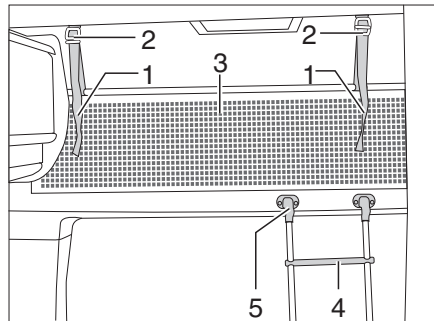

Bild 151 Alkovenbett
Aufstiegsleiter Zum Besteigen des Alkovenbetts die serienmäßig beigelegte Aufstiegsleiter (Bild 151,4) benutzen.
Einhängen: ■ Die Leiter mit den Holmen in die Halterung (Bild 151,5) an der Alkovenblende einhängen.
Sicherungsnetz Das Sicherungsnetz (Bild 151,3) ist serienmäßig zwischen Matratze und Lattenrost verstaut. Das Sicherungsnetz erst aufspannen, wenn sich die Personen bereits im Alkoven befinden.
Aufspannen: ■ Die Haltebänder (Bild 151,1) in die Halterungen an der Decke (Bild 151,2) einrasten.
- Die Haltebänder (Bild 151,1) in die Halterungen an der Decke (Bild 151,2) einrasten.